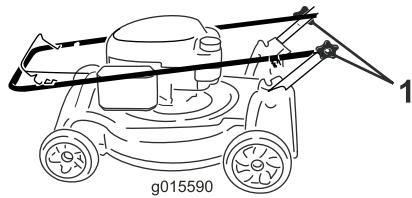

Рисунок 3
- Ослаблены маховички на рукоятке (Рисунок 3).
- Затяните маховички на рукоятке (Рисунок 3).